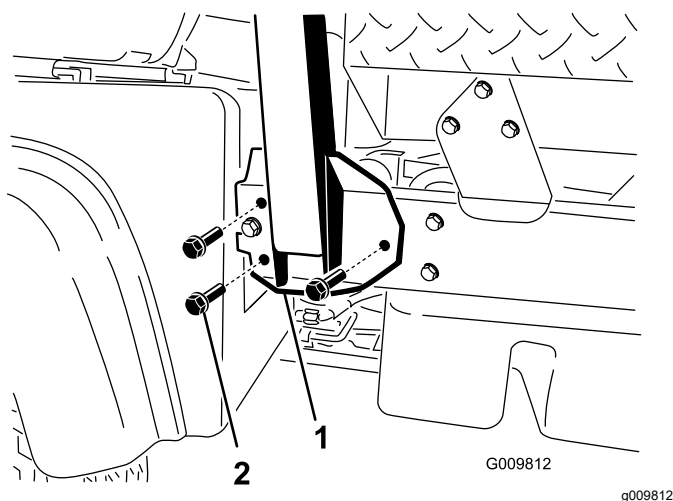

Figura 4
2. Alinee cada lado del ROPS con los taladros de montaje de cada lado del bastidor de la máquina (Figura 4).
3. Sujete el soporte de montaje del ROPS al bastidor de la máquina usando 3 pernos con arandela prensada (½" x 1¼") en cada lado (Figura 4).